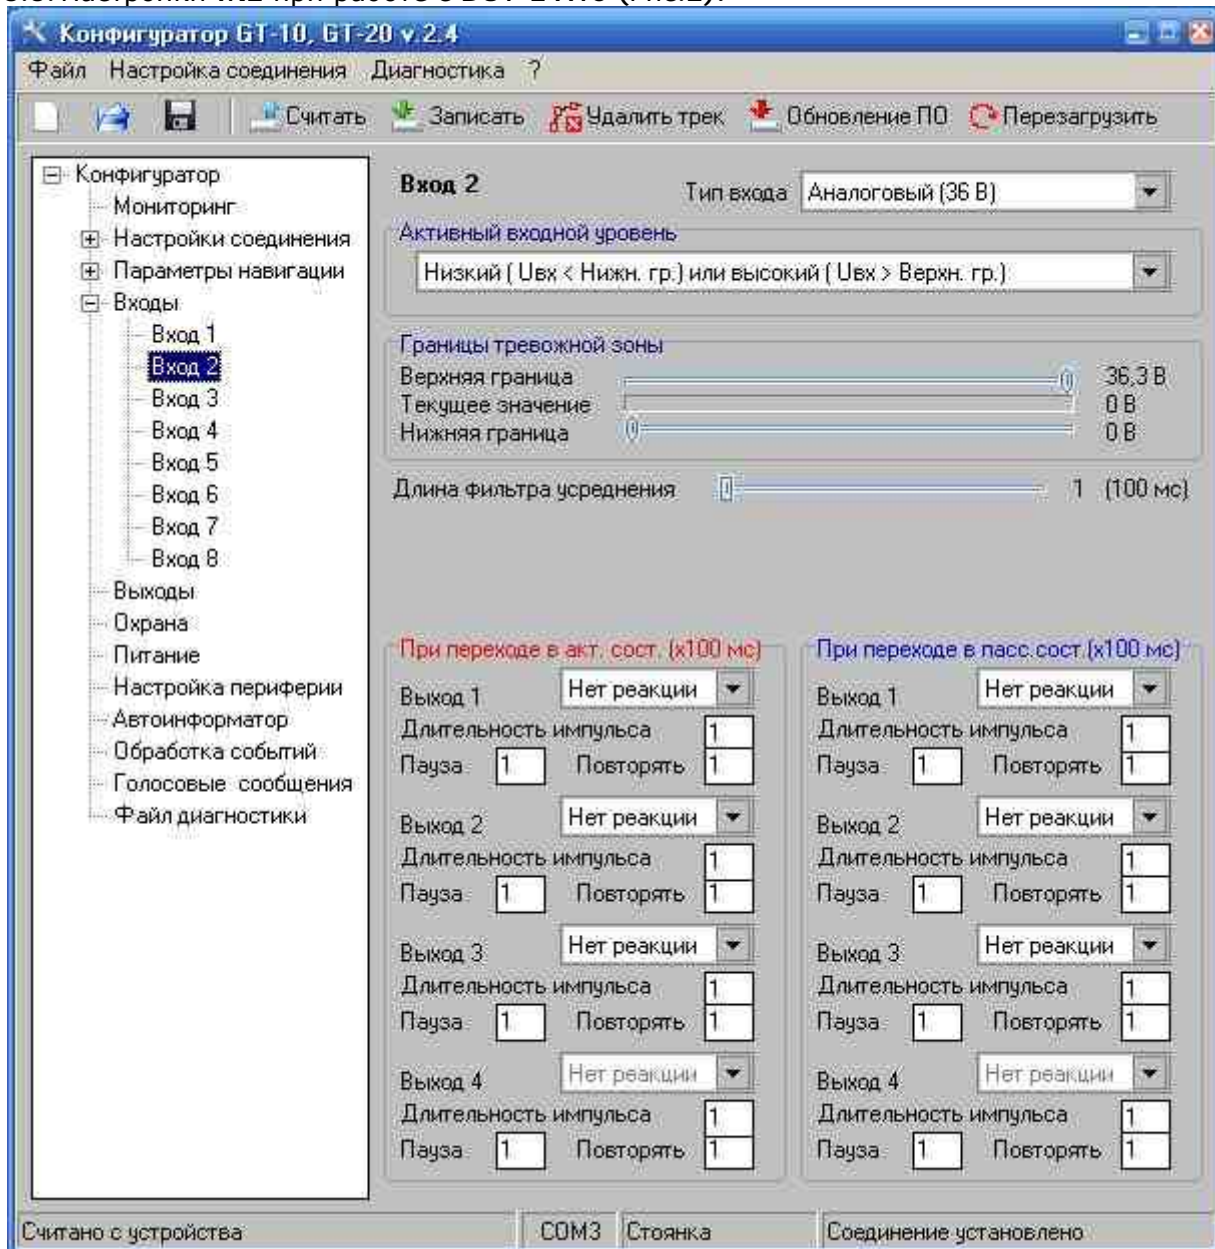

Рисунок 2
3.3. Настройки IN2 при работе с DUT-E A10 (Рис.2):